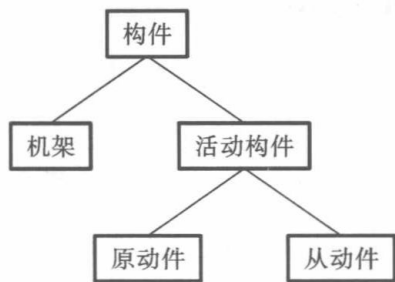

图 2-1 构件的分类
**注意:**如图 2-1 所示,构件分为机架、原动件和从动件。其中,机架是固定不动的,原动件上会有箭头标记,剩下的构件均为从动件,而不只是运动链的末端为从动件。